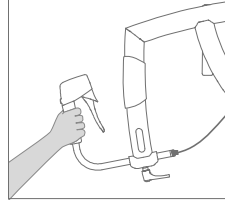

Figura 19: Conducción.
- Si es posible, mantenga los dedos sueltos alrededor de las empuñaduras mientras camina (**Figura 19**). También puedes sostenerlos alrededor de los frenos de mano, con el pulgar en el interior del mango.